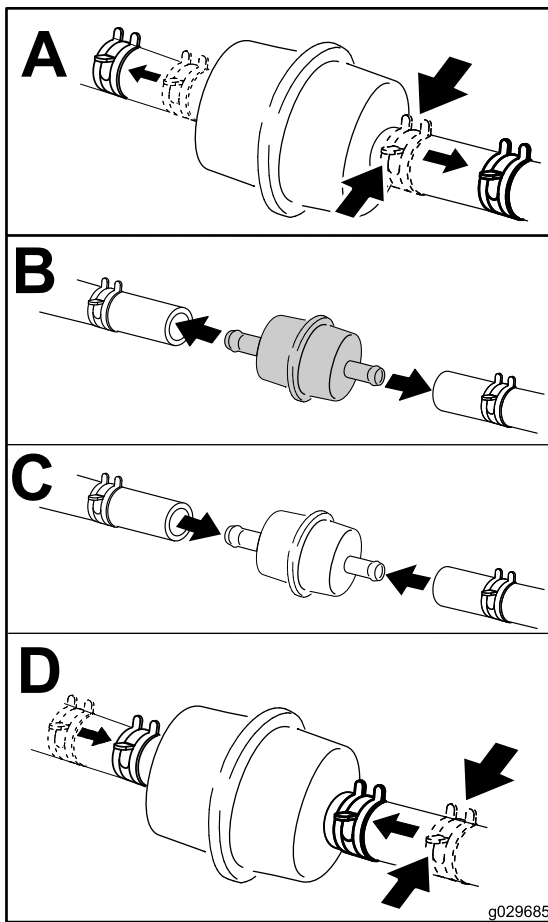

Figura 45
6. Coloque un recipiente limpio debajo del filtro de combustible y cambie el filtro de combustible, como se muestra en la Figura 45.